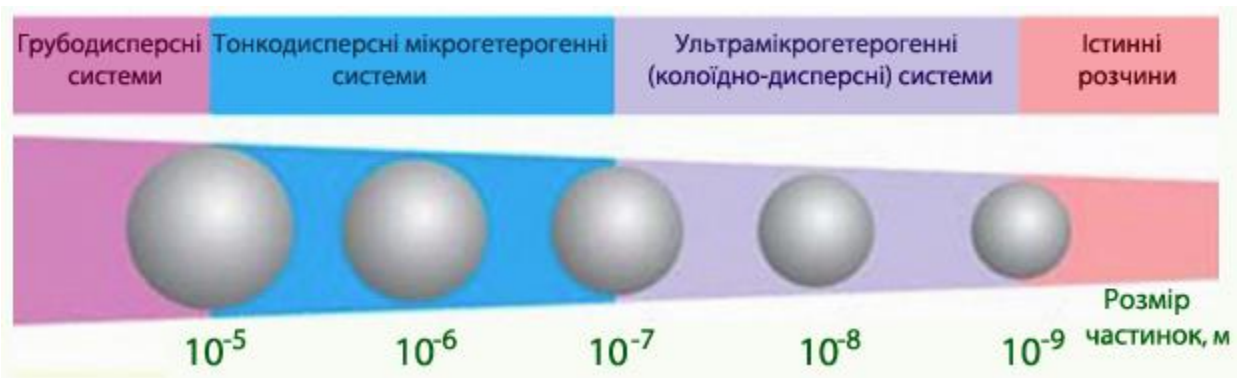

Рисунок 5.7 – Класифікація дисперсних систем за розміром частинок (для порівняння наведені розміри частинок в істинних розчинах)
**I. Класифікація за ступенем дисперсності.** Залежно від розмірів частинок дисперсної фази дисперсні системи умовно поділяються на три групи (рис. 5.7).